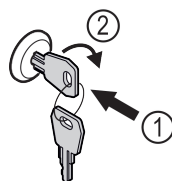

Fig. 125 Beispielhafte Darstellung
- Schlüssel hineindrücken Fig. 125 (1).
- Schlüssel um 90° im Uhrzeigersinn drehen Fig. 125 (2).